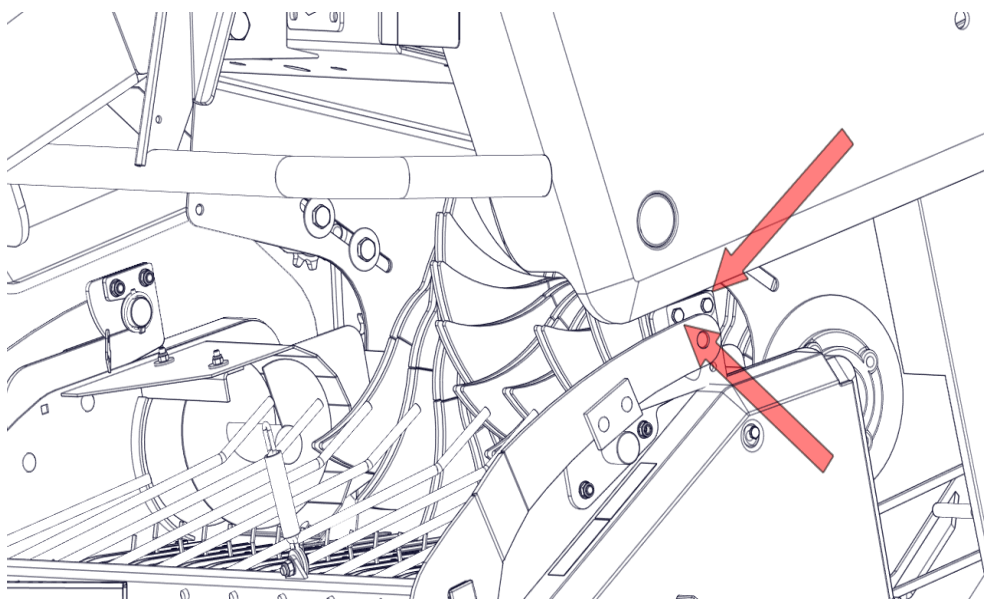

Рисунок 29. Демонтаж прижима укоса
- Удалить прижим валка укоса, чтобы удалить материал в передней части. Для этого отвинтите винты, фиксирующие прижим валка укоса валка, и снимите цепь (рис. 29);